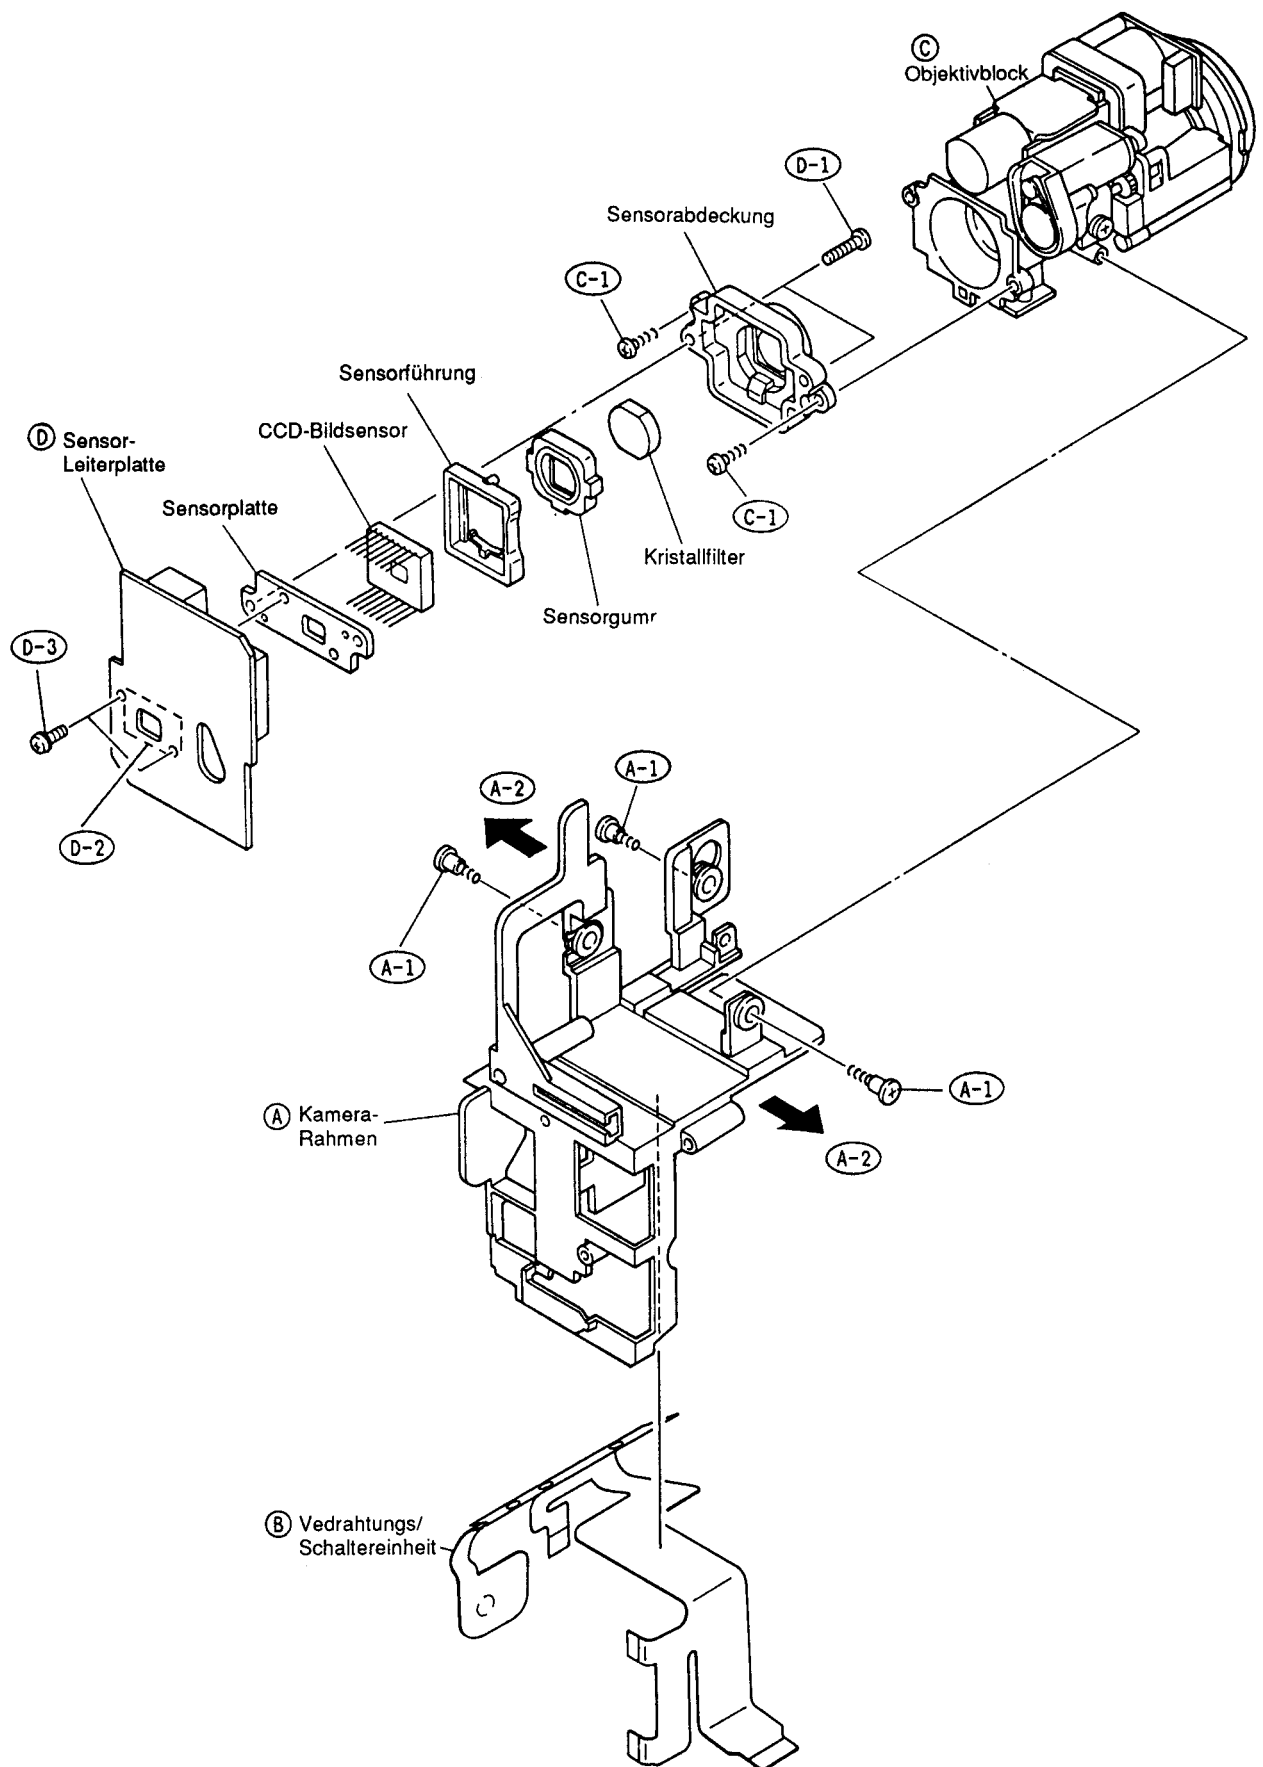

Abb. 3-6
A. Kamera-Rahmen (Abb. 3-6)
- 1) Drei (3) Schrauben entfernen.
B. Verdrahtungs/Schaltereinheit (Abb. 3-6)
C. Objektivblock (Abb. 3-6)
- 1) Zwei (2) Schrauben entfernen.
D. Sensor-Leiterplatte (Abb. 3-6)